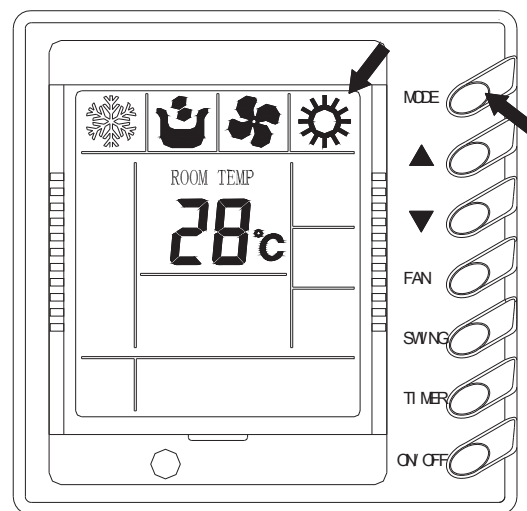

Рис. 8
7) Выбор режима работы кондиционера (рис. 8)